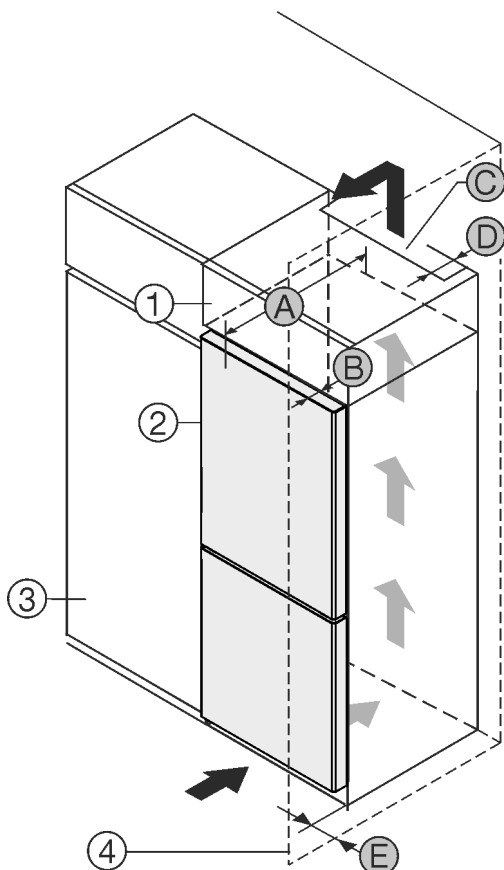

Fig. 1
- (1) Επικαθήμενο ντου - λάπι*
- (2) Συσσκευή*
- (3) Ντουλάπι κουζίνας*
- (4) Τοίχος*
- (A) Βάθος συσκευής*
- (B) Βάθος πόρτας*
- (C) Διατομή αερισμού*
- (D) Απόσταση πίσω πλευράς συσκευής*
- (E) Απόσταση από το πλάι της συσκευής*
Μπορείτε να τοποθετήσετε τη συσκευή ακριβώς δίπλα από το ντουλάπι κουζίνας Fig. 1 (3)*
Στην πίσω πλευρά του επικαθήμενου ντουλαπιού πρέπει να υπάρχει ένα κενό εξαγωγής αέρα με βάθος Fig. 1 (D) σε όλο το πλάτος του επικαθήμενου ντουλαπιού.*
Κάτω από την οροφή του δωματίου πρέπει να τηρείται η διατομή εξαερισμού Fig. 1 (C)*
Εάν τοποθετήσετε τη συσκευή με τους μεντεσεδες δίπλα σε κάποιον τοίχο Fig. 1 (4), τότε πρέπει η απόσταση ανάμεσα στη συσκευή και στον τοίχο να ανέρχεται σε τουλάχιστον 13 mm.*
Εάν τοποθετήσετε τη συσκευή με τους μεντεσεδες δίπλα σε κάποιον τοίχο Fig. 1 (4), τότε πρέπει η απόσταση ανάμεσα στη συσκευή και στον τοίχο να ανέρχεται σε τουλάχιστον 20 mm.*
Για να μπορείτε να ανοίγετε τελείως την πόρτα, πρέπει η συσκευή να προεξέχει κατά το βάθος της πόρτας Fig. 1 (B) από την πρόσοψη του ντουλαπιού κουζίνας. Η συσκευή μπορεί να προεξέχει περισσότερο, ανάλογα με το βάθος των ντουλαπιών κουζίνας Fig. 1 (3) και την χρήση αποστατών τοίχου.*